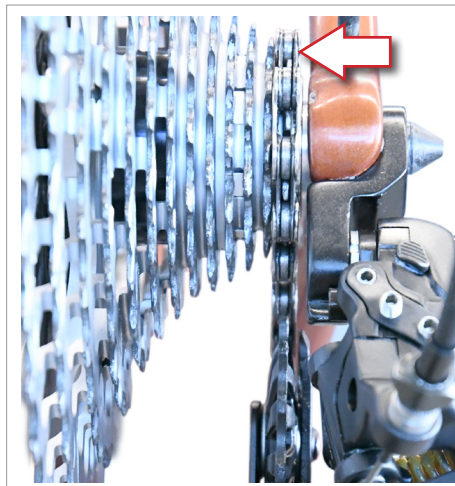
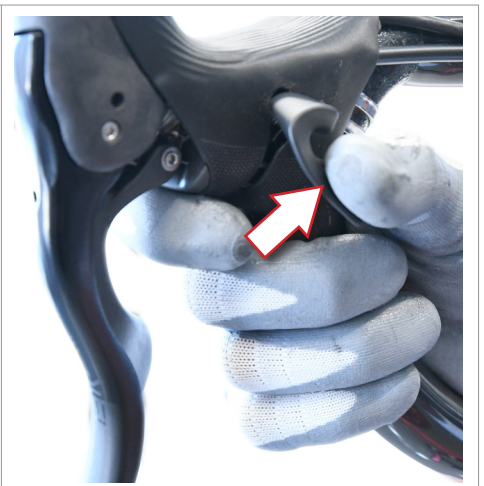

Abb.7
Abb.8
- Während dieses Vorgangs muss die Kette auf dem kleinsten Ritzel des Freilaufs aufliegen (Abb. 7) und die Taste des Ergopower™-Schaltgriffs auf Null zurückgesetzt sein (Abb. 8).